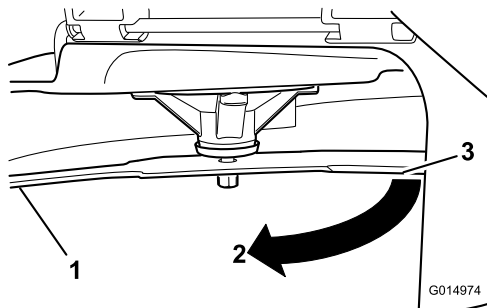

Figura 92
3. Segunda distancia medida entre cuchilla y superficie (B)
4. Gire la misma cuchilla 180 grados de manera que el otro extremo esté en la misma posición (**Figura 92**).